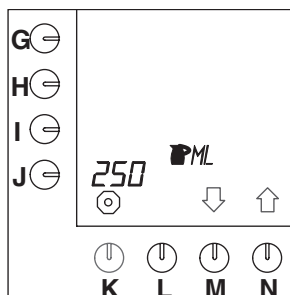

Abb. 26 Inhalt einer Kanne
- Drücken Sie auf die Wahl Taste (N.) $\uparrow$, bis Abb.26 im Display erscheint.